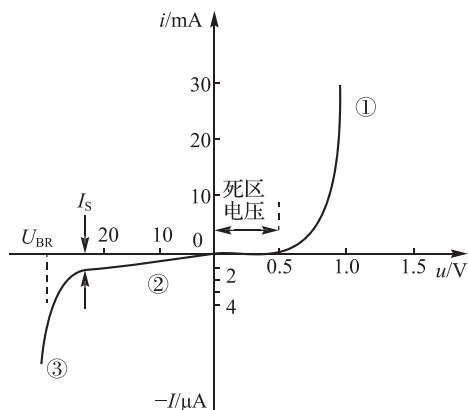

图 1-11 硅二极管的伏安特性
二极管的伏安特性如图 1-11 所示(以硅管为例), 可分为以下三部分:
由图 1-11 的第①段可见, 在二极管的正向特性的起始部分, 当外加正向电压较小时, 外电场还不足以克服 PN 结内电场对多数载流子造成的阻力, 因此, 这时的正向电流几乎为零, 二极管呈现很大的电阻, 这个电流为零的范围称为死区, 相应的电压称为死区电压。死区电压也称为门限电压或阈值电压。一般硅管的死区电压约为 0.5 V , 锗管的死区电压约为 0.1 V 。当外加正向电压大于死区电压后, 内电场被削弱, 正向电流迅速增加, 二极管正向导通后, 外加电压稍有增加, 电流即有很大增加, 这时二极管呈现的电阻很小。一般情况下, 硅管的正向导通压降为 $0.6 \sim 0.8 \text{ V}$, 典型值可取 0.7 V ; 锗管的正向导通压降为 $0.2 \sim 0.4 \text{ V}$, 典型值可取 0.3 V 。
二极管的反向特性对应图 1-11 中的第②段。二极管的 PN 结在反向电压作用下, 由少数载流子漂移形成的反向电流很小, 在反向电压不超过某一范围时, 反向电流基本恒定, 故通常称之为反向饱和电流, 此时二极管处于截止状态。在同样的温度下, 硅管的反向电流比锗管小。正常情况下硅管的反向电流约为 $1 \mu\text{A}$ 至几十微安, 锗管的反向电流可达几百微安。
当反向电压继续增加到某一值时, 反向电流急剧增大, 称为反向击穿, 此时, 二极管两端的反向电压几乎不变, 该电压称为反向击穿电压, 用 U_{BR} 表示。反向击穿特性对应图 1-11 中的第③段, 反向击穿后二极管就失去了单向导电性。